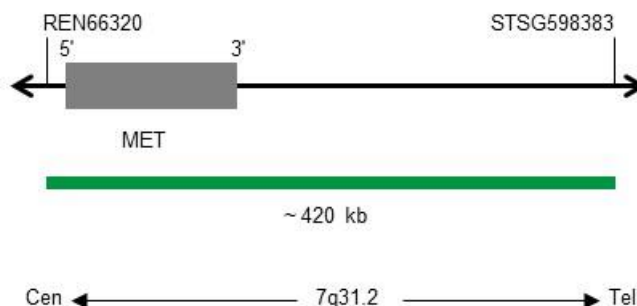

Fig. 1: SPEC MET Cartographie de la sonde (pas à l'échelle)
- Polynucléotides marqués à la digoxigénine (~1,1 ng/ μ l), qui visent la cartographie des séquences dans 7q31.2* (chr7:116,298,989-116,718,699) hébergeant la région du gène MET (voir Fig. 1).